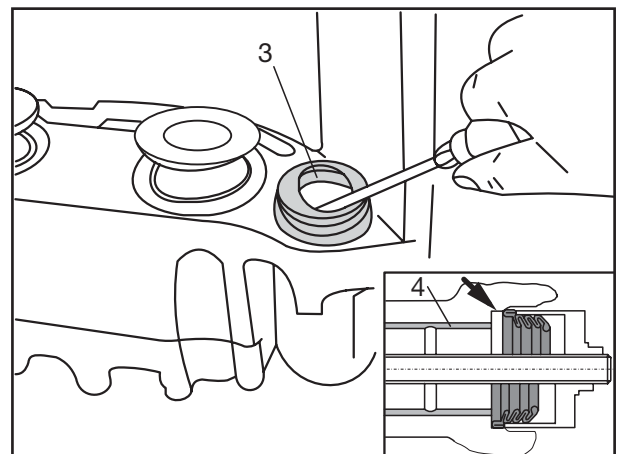

Fig. 2
Der Dichtsitz des Faltenbalgs im Bremssattel darf nicht beschädigt werden (Fig. 2/ Pfeil).
The seal seat of the bellow in the brake caliper must not be damaged (Fig. 2/arrow).
Eviter d'endommager le plan de joint du soufflet dans l'étrier de frein (Fig. 2/ flèche).
- [11] Messingbuchse (Fig. 2/4) mit **Renolit HLT2** nachfetten.
- [12] Führungsholm (1) einbauen.
- [13] Faltenbalg (2) in die Nut am Führungsholm (Pfeil) einsetzen.
- [14] Durch Aufschieben des Ringes (3) den Faltenbalg in der Nut der Führungsbuchse sichern.